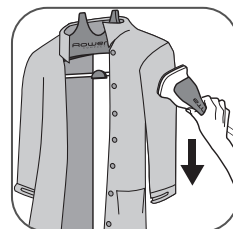

fig. 13
- Commencez par le haut du vêtement et descendez progressivement **(fig. 13)**. Veillez à toujours tenir le tuyau flexible en position verticale.